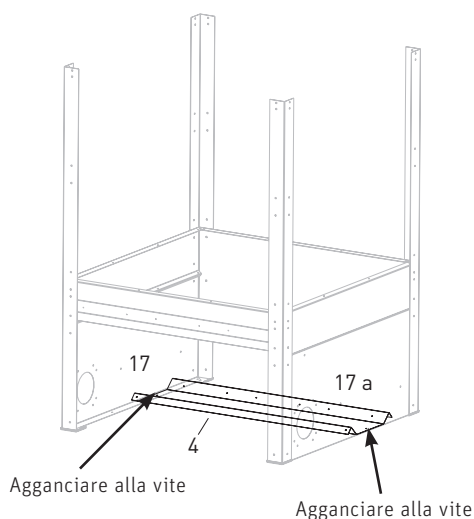

Fig. 8 Montaggio del pannello a pavimento
Inserire il fondo (4) e agganciarlo alle viti delle pareti laterali dell'unità di commutazione a sinistra e a destra (17, 17a), quindi avvitare i dadi – Fig. 8.